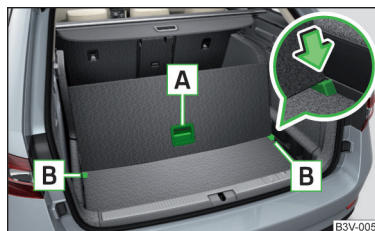

Fig. 142 Dividir el maletero con suelo de carga variable
- Para **dividir**, levantar el suelo de carga variable en el tirador **A** e introducir la rueda trasera del suelo de carga variable en las ranuras **B** en el sentido de la flecha » fig. 142.